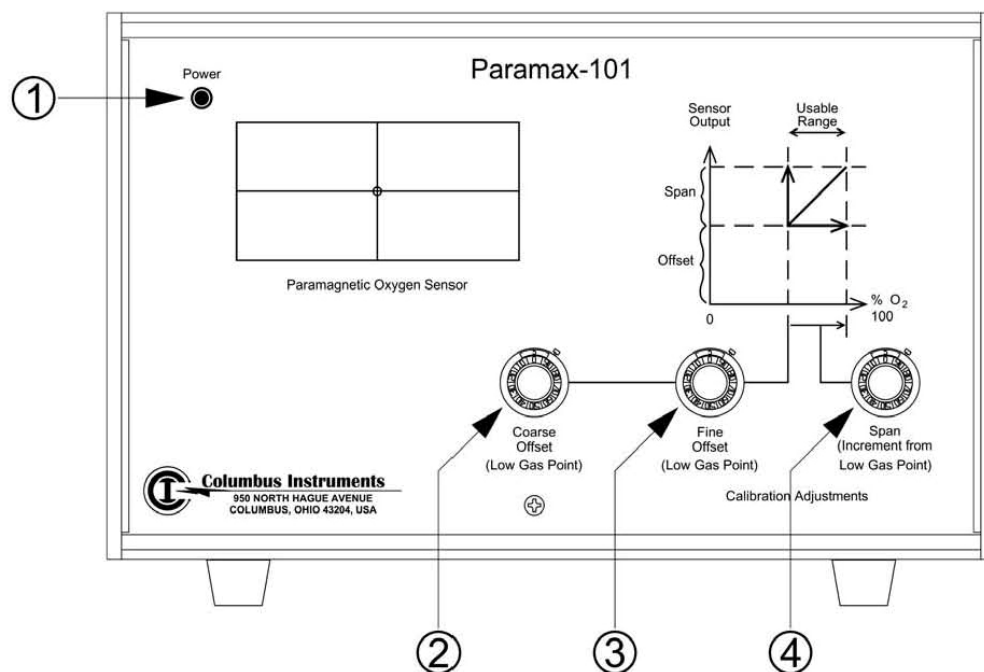

図 12 パラマグネティック O₂ センサーの前面パネル
- ① 「Sensor In フィッティング」: CO₂ センサーの“Sensor Out”コネクタと接続します。(O₂ センサーのみの構成の場合、システムサンプルポンプの“Sensor Out”フィッティングと接続します。)
- ② 「Sensor Out フィッティング」: システムサンプルポンプの“Sensor In”フィッティングと接続します。
- ③ 「Sensors コネクタ」: CO₂ センサーと接続します。
3.7.5 パラマグネティック O₂ センサー … 図 12&13